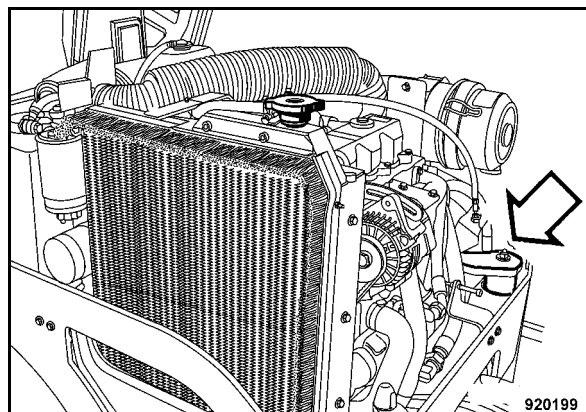

Fig. 126
- Comprobar el estado y asiento fijo de los soportes del motor (Fig. 126).